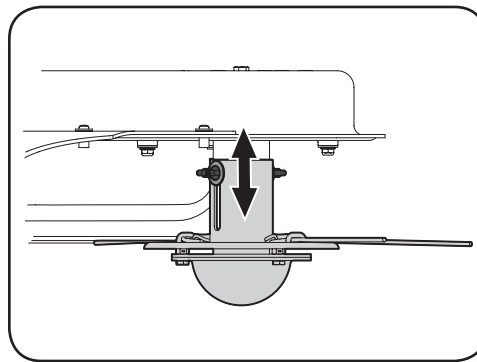

Figura 3-2
2. Deslice el husillo hacia arriba o hacia abajo hasta la posición deseada antes de volver a apretar las tuercas de mariposa. Consulte la Figura 3-2.